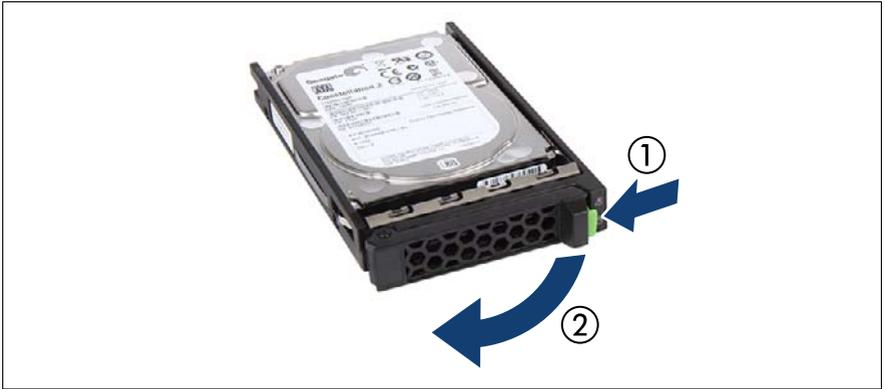

図 61: ロッキングレバーを開ける
- ▶ 緑色のロックングクリップをはさんで、ロックングレバーを開きます (図 61 を参照)。